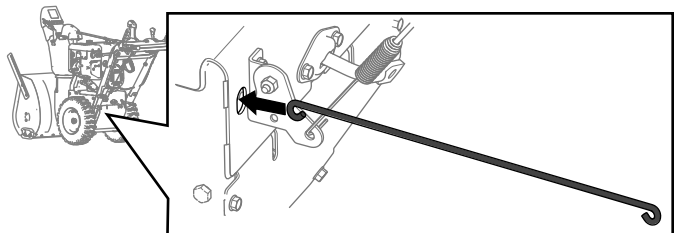

**Bild 10**
3. Verbinden Sie das andere Ende der Stange mit der neuen Fahrtriebsplatte mit Hilfe einer Schraube und Mutter, die diesem Kit beiliegen (Bild 10).